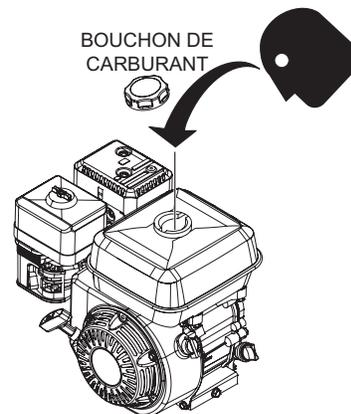

Figure 6. Vérification de carburant
1. Faites une inspection visuelle (Figure 6) pour voir si le niveau de carburant est bas. S'il n'y a pas assez de carburant, remplir le réservoir avec de l'essence sans plomb.